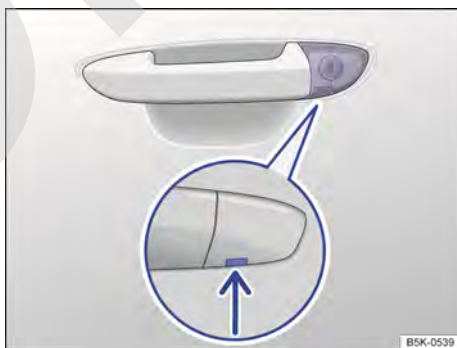

Fig. 57 Manilla de la puerta del conductor: bombín de cierre cubierto.
- Introducir la varilla de la llave por abajo en la apertura de la caperuza → fig. 57 (flecha).